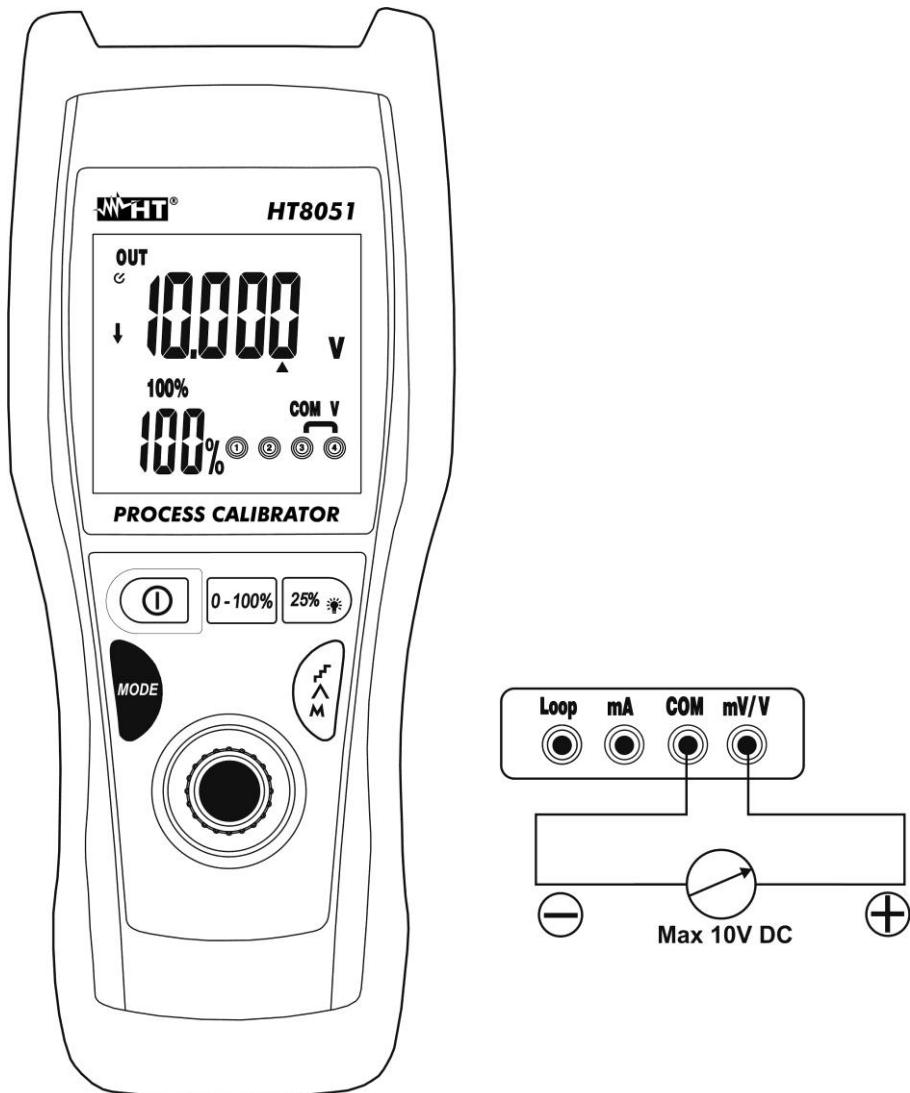

Fig. 4: Geração de tensão CC
- Colocar a ponteira verde e a ponteira preta, respectivamente, nos pontos com potencial positivo e negativo do dispositivo externo (ver Fig. 4).
- Para a geração do valor negativo da tensão rodar as ponteiras de medida no sentido oposto em relação à ligação da Fig. 4.